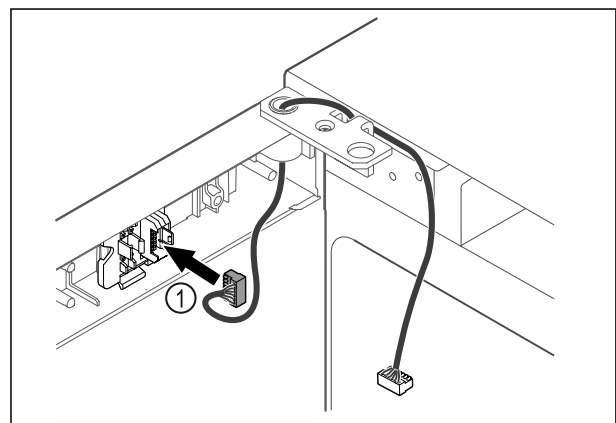

Fig. 45
- ▶ Insérer le connecteur Fig. 45 (1) dans le support.